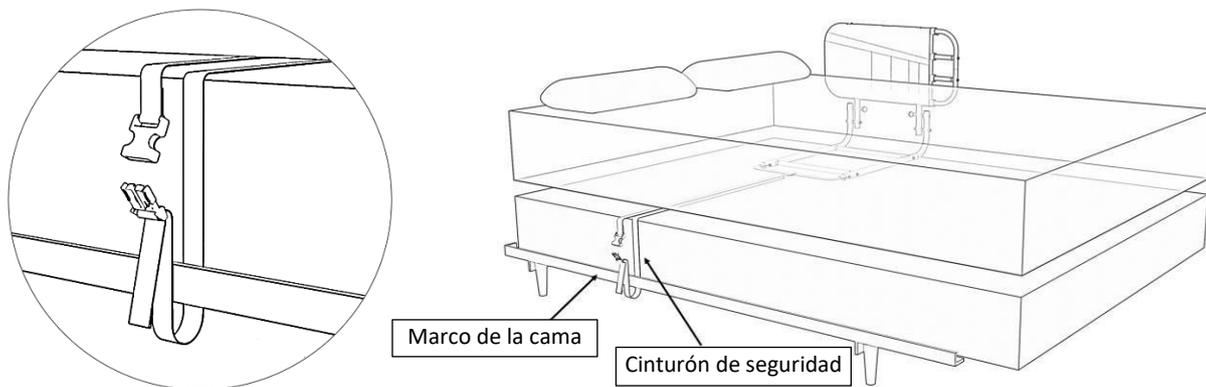

Figura 5
4.4 Abra el cierre del arnés de seguridad y guíelo alrededor del armazón de la cama o del somier. Vuelva a montar la cerradura y compruebe que está bien encajada. A continuación, apriete el arnés de seguridad de manera que la barandilla de la cama quede ajustada contra el lateral del colchón, como se muestra en la figura 5.